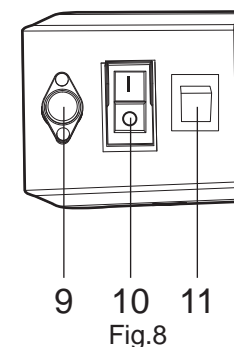

Fig.8
2. En marche avant, le broyeur happe les végétaux accumulés dans la trémie et les pousse vers le rouleau de coupe qui les broie (Fig. 8).
3. En marche arrière, le broyeur tourne en sens inverse et permet ainsi de libérer les végétaux bloqués ou coincés (Fig. 8).